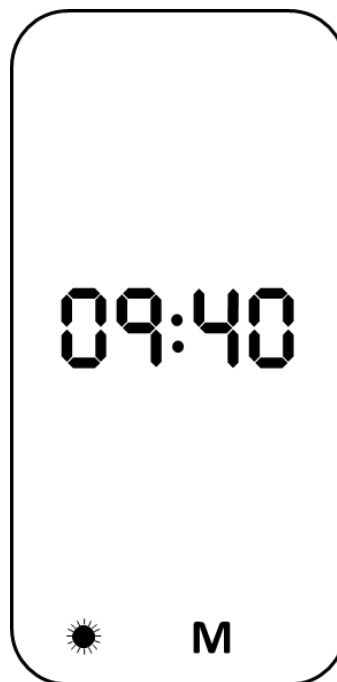

Рис. 3-5 Приклад: дисплей після успішної самоперевірки (**M** = дані АТ в пам'яті,  фаза вимірювання: денна)
- чи зберігаються дані в моніторі АТ (**M**) (Рис. 3-5).